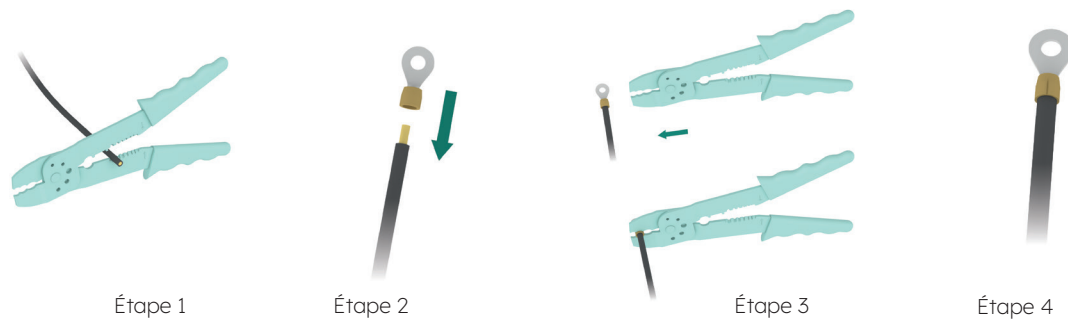

Figure 7. Sertissage de la borne annulaire
- 5 Le câble d'alimentation doit être sertie avec une borne annulaire. La procédure de sertissage est illustrée à la figure 7.